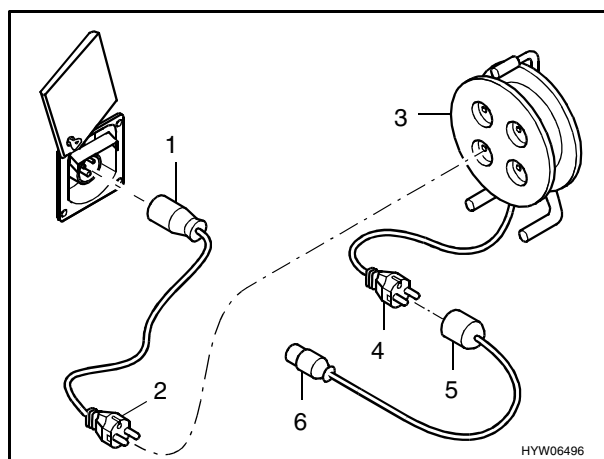

Fig. 135 Possibilità di collegamento per il collegamento a 230 V
- Ribaltare in alto la copertura (Fig. 135).
Giunto di collegamento CEE 17 con contatto di terra (Fig. 135,1) – spina con contatto di terra (Fig. 135,2).
presa con contatto di terra (Fig. 135,3) – spina con contatto di terra (Fig. 135,4).
Giunto di collegamento con contatto di terra (Fig. 135,5) – spina CEE 17 con contatto di terra (Fig. 135,6).